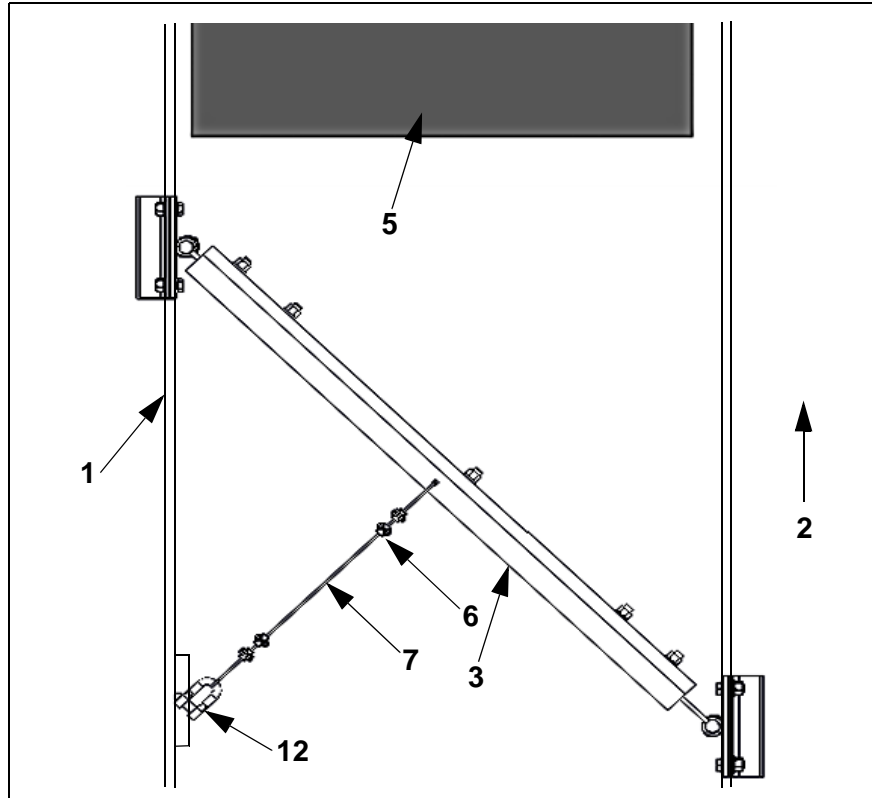

Abb. 5: Installation des Drahtseils
1. Ein Ende des Drahtseils (7, Abb.5) am Rahmen (3, Abb.5) des Abstreifers befestigen.
2. Schlaufe des Drahtseils mit den Sicherheitsklemmen (6, Abb.5) sichern.
4. Am Kreuzungspunkt des Drahtseils und des Traggerüsts ein Loch (Ø18 mm) für den Schäkel (12, Abb.5) erstellen.